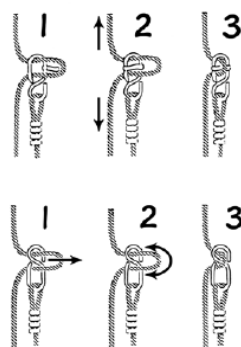

Figura 2
16. Istruzioni specifiche per la regolazione della lunghezza della fune (Figura 2). Verificare che il prodotto sia orizzontale, dopo aver regolato le funi.